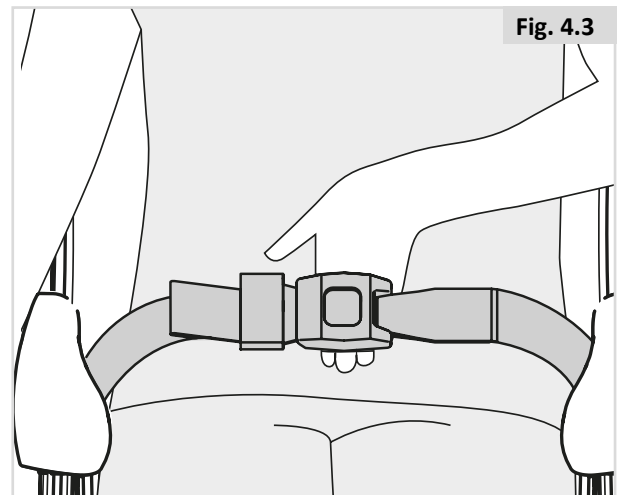

Fig. 4.3
- Juster hoftebeltet etter behov. Husk at avstanden mellom personen og beltet ikke skal være mer enn en håndsbredde for å oppnå størst mulig sikkerhet og komfort, (Fig. 4.3).